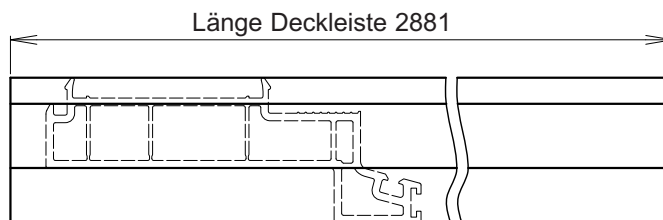

Abb.2 Deckleiste 2881 oben
- Maß vom fertigen Element abmessen und zuschneiden (Abb.2)